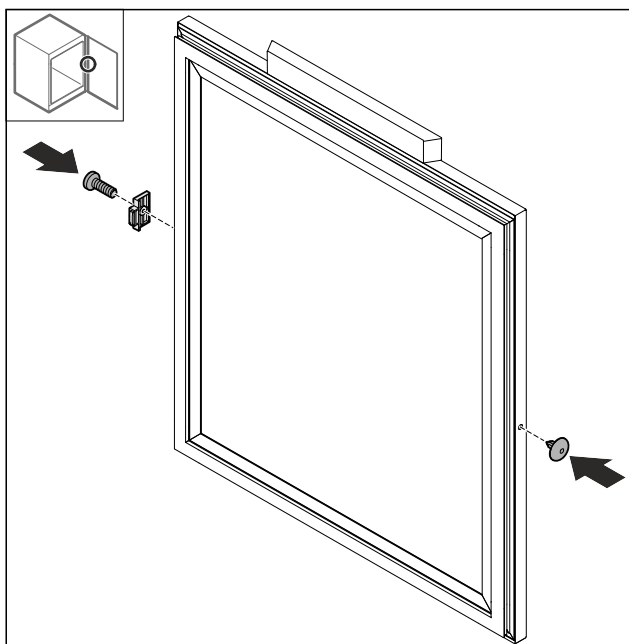

Fig. 78
- Montojeni ndaluesin e derës Fig. 78 (1) në anën e kundërt të kthyer me 180°.
- Vendosni kapakun mbulues Fig. 78 (2) në anën e kundërt.